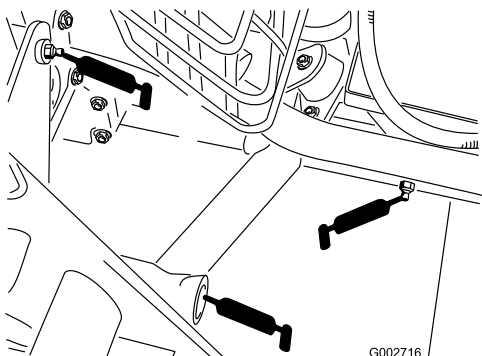

Рисунок 25
- Задняя навеска (5 шт.) (Рисунок 25)